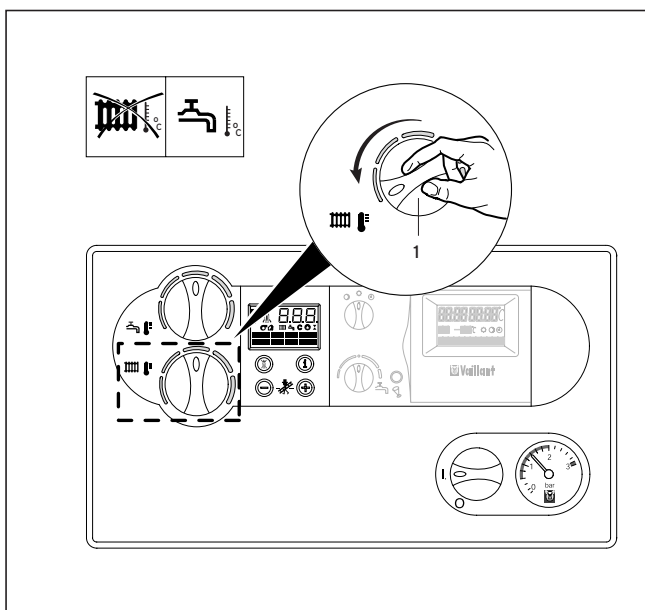

Fig. 3.13: Disattivazione della modalità di riscaldamento (modalità estiva)
- Per far ciò ruotare la manopola (1) per regolare la temperatura di mandata del riscaldamento sull'arresto a sinistra (fig. 3.13).